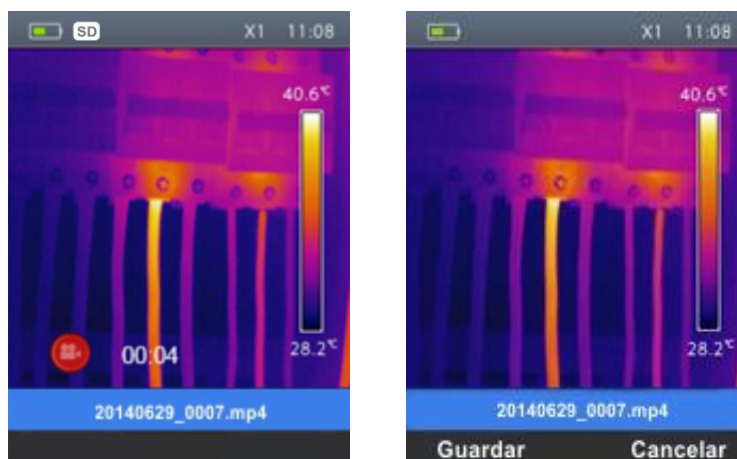

Fig. 30: Grabación video
4. Pulse y mantenga pulsada la tecla **T** (Trigger) durante algunos segundos para activar la grabación del video. El mensaje “AAAAMMGG _xxxx.mp4” aparece en la barra de estado y el temporizador aparece en la parte baja del visualizador (vea Fig. 30)